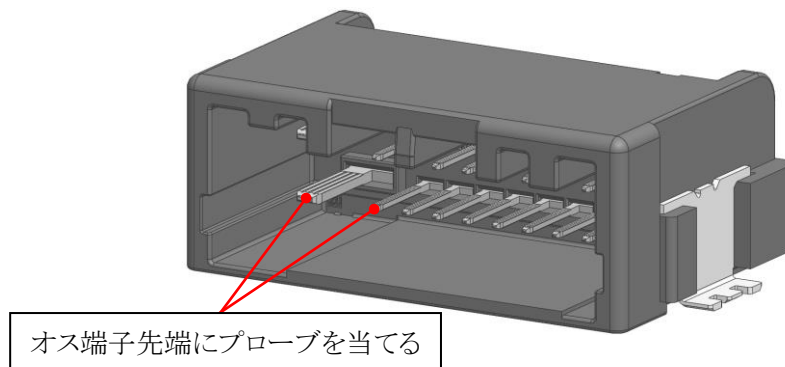

図 40.オス端子導通検査接点
- ①オスコネクタの導通検査を行う時は、オス端子先端に 0.5N 以下の荷重でプローブを当てて検査を行って下さい。0.5N 以上の荷重を加えた場合、オス端子変形の恐れがあります。(図 40 参照)
- ②端子に変形や傷が見られた場合は、使用せず、新品と交換して下さい。